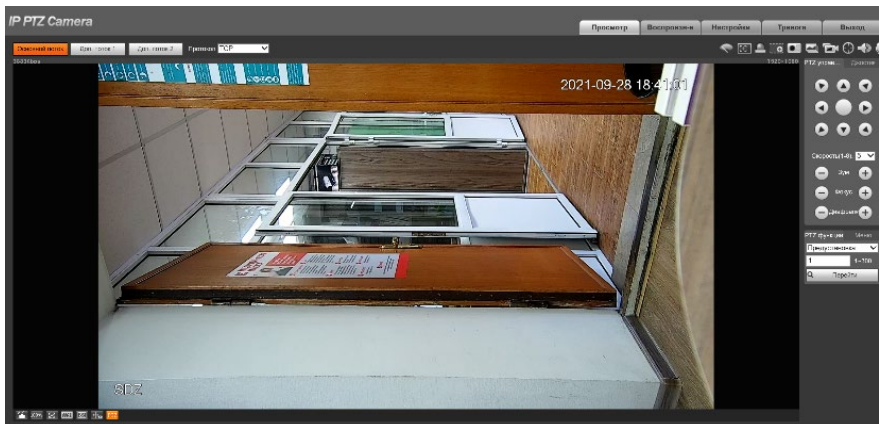

Рисунок 14 – Вывод изображения с камеры видимого спектра
- 3) Удостоверится в том, что на экран выводится изображение с камеры видимого спектра (Рисунок 14).